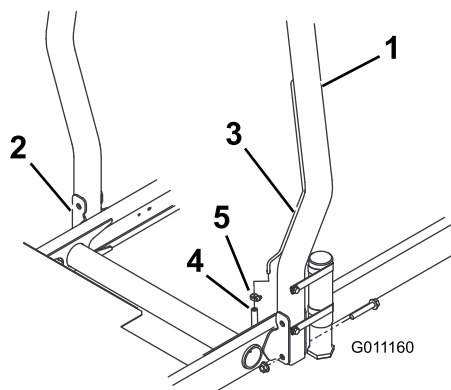

Figura 12
- Abbassate il roll bar sopra le staffe di montaggio del trattorino, allineandolo ai fori di montaggio. Assicuratevi che il tubo di sfogo si trovi sul lato sinistro della macchina (Figura 12).
- Fissate ogni lato del roll bar alle staffe di montaggio con due bulloni a testa flangiata e due dadi di bloccaggio (Figura 12). Serrate i fermi a 81 N m.